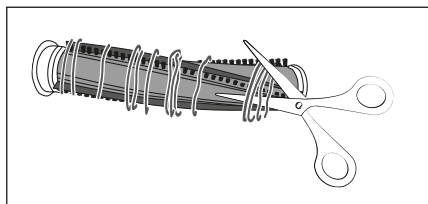

Fig. 24
- 4) Coupez les fils et les cheveux le long des poils du rouleau brosse ⑱ à l'aide de ciseaux (voir fig. 24). Retirez les fils et les cheveux du rouleau de la brosse ⑱.